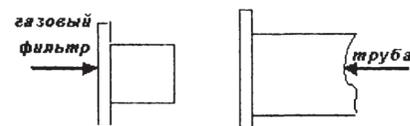

Рис. 5
**Перед присоединением** к газовой сети, установить газовый фильтр во внутреннюю полость трубы, согласно рис. 5